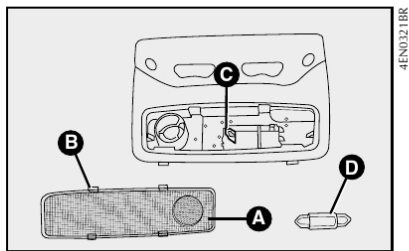

fig. 58
- 2) retirar o refletor **A** atuando nas travas **B** e substituir a lâmpada **D**, recolocando a nova lâmpada na sede **C**-fig. 58;